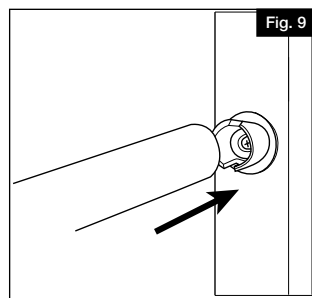

Fig. 9
- Aplicar pegamento para aluminio e insertar el retorno recto en el larguero del pasamanos (Fig. 9).